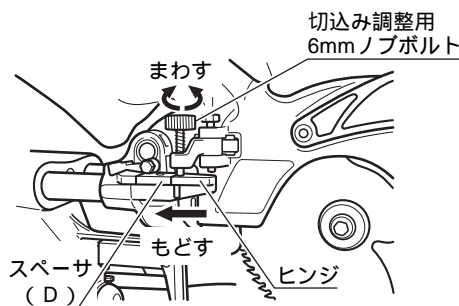

図35
- (1) スペーサー (D) を手前に移動し、ストップホルダを後方にまわしてください。
- (2) ヘッド部を下げ、ノコ刃刃先がセットした材料に軽く当たる位置で、切込み調整用6mmノブボルト先端がスペーサー (D) に突き当たるように6mmノブボルトをまわします。(図35)
- (3) スペーサー (D) を後方にもどし、スライド切断すると2mm程度の溝ができます。これにより、材料上面の毛羽立ちを少なくすることができます。
- (4) ストップホルダを手前にもどし、再度スライド切断をすることで、材料の切断ができます。